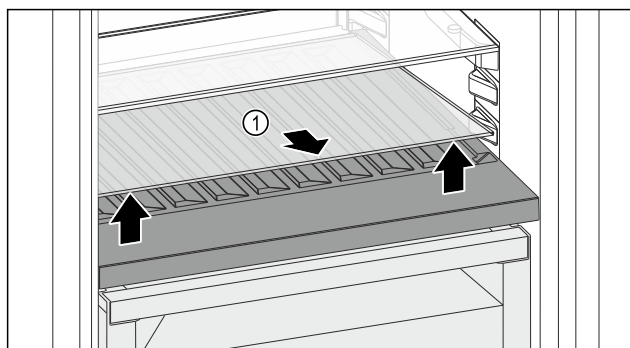

Fig. 102
- Glasplaat Fig. 102 (1) bij de uitsparing aan de voorzijde optillen en verwijderen.
- Glasplaat Fig. 102 (1) goed bewaren buiten het apparaat.
- Glasplaat (2) onder het variabele flessenrek plaatsen.